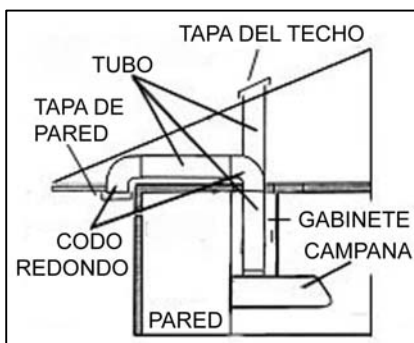

Figura 1
- Decida la ubicación para colocar el conducto de ventilación de la campana hacia el exterior. Consulte la Figura 1.